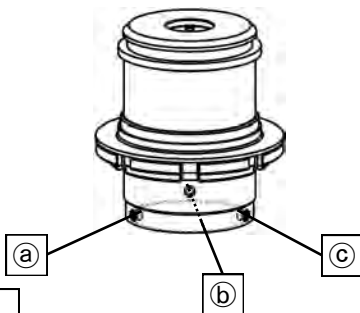

図2-3
【※1】 3箇所止めネジを均一に締付ける為、下記の①~③の手順でa~cを締付け、徐々にトルクを掛けてください。(図2-3)
- ① 止めネジの先端がフロントショックアブソーバASSYに接触するまで仮締め (a→b→c)
- ② トルクレンチを使用し、45°程度締付け (a→b→c)
- ③ 指定トルク (3N・m) まで締付け (a→b→c)